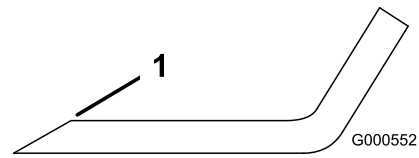
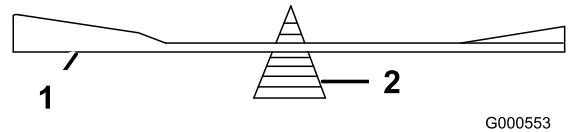

Figura 54
Figura 55
1. Utilice una lima para afilar el filo de corte en ambos extremos de la cuchilla (Figura 54). Mantenga el ángulo
2. Verifique el equilibrio de la cuchilla colocándola sobre un equilibrador de cuchillas (Figura 55). Si la cuchilla se mantiene horizontal, está equilibrada y puede utilizarse. Si la cuchilla no está equilibrada, rebaje algo el metal en la parte de la vela solamente (Figura 54). Repita este procedimiento hasta que la cuchilla esté equilibrada.